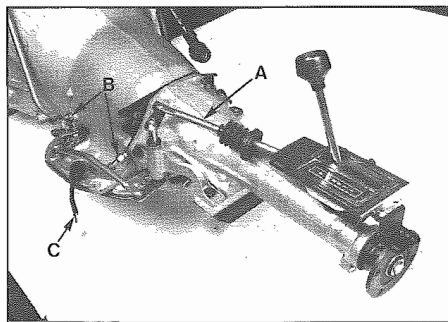

Fig. 1 - A - Asta comando marce
- Smontare l'asta comando marce dal cambio: far leva con un cacciavite ed estrarre il perno dalla boccia (Fig. 1).
- Sfilare i manicotti di raccordo radiatore olio-cambio al cambio (Fig. 1). Chiudere le estremità con tappi.
- Staccare i cavi consenso retromarcia ed avviamento ed il cavo contachilometri (Fig. 1).
- Remove gear control rod from the transmission: using a screw driver remove the pin from the bush (Fig. 1).
- Slip off sleeves connecting transmission oil radiator to transmission (Fig. 1). Close ends with plugs.
- Disconnect reverse gear and start cables, speedometer cable (Fig. 1).
- Smontare i dadi di fissaggio cambio al motore (**6**) (**Fig. 1**).